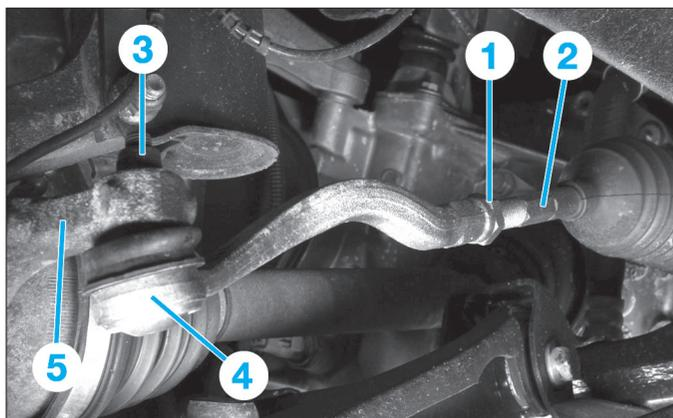

Fig. 7
- Desserrer le contre-écrou (1) de réglage sur la biellette (2) (Fig.7).
- Déposer l'écrou (3) de la rotule de direction.
- Extraire la rotule (4) de direction du pivot (5).